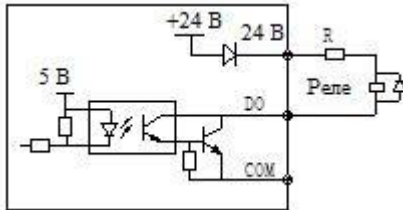

Рисунок 2.22 Режим выходного подключения 1 Вкл/выкл многофункциональных выходных клемм
1) Многофункциональные выходные клеммы DO в качестве дискретного выхода могут быть использованы во внутреннем источнике питания 24 В инвертора и способы их подключения показана на Рис. 2.22.